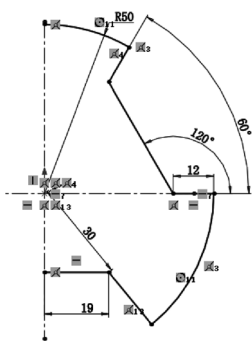

图 2-112 尺寸标注
5) 标注尺寸。单击“草图”控制面板中的（智能尺寸）按钮，进行尺寸标注。单击“草图”控制面板中的（剪裁实体）按钮，修剪掉多余的圆弧线，尺寸标注如图 2-112 所示。